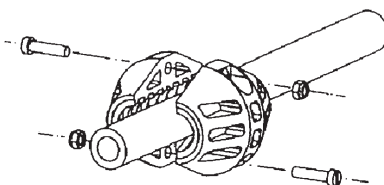

Рис. 7
2. Снять стопор шланга (рис. 7).